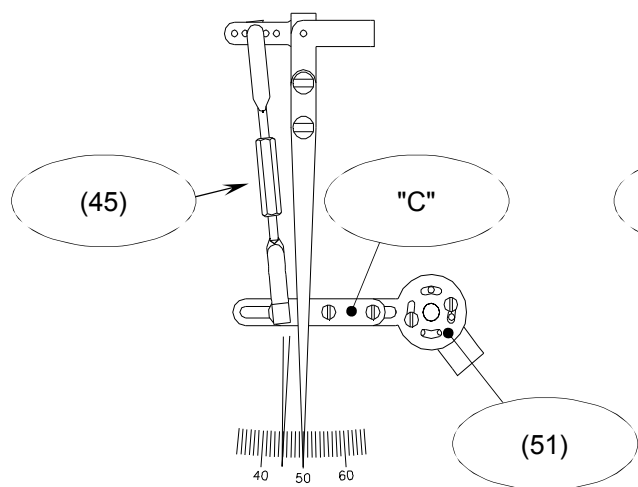

Fig. 8.1.1
Per correggere eventuali piccoli scostamenti dell'indice nero della variabile misurata dal valore reale, agire sul tirante (45) ruotando la parte esagonale (vedi Fig 8.1.1 e 8.1.2).
Vedi Fig. 8.1.1 per elementi di temperatura e pressione. Vedi Fig. 8.1.2 per elementi ricevitori 3÷15 psi.